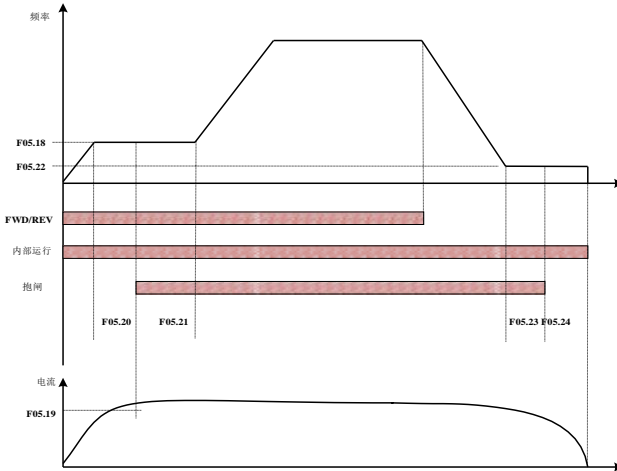

图 6-15 抱闸控制逻辑图
表 6-3 (1) 其对应示意图如图 6-15 (a), 表 6-3 (2) 其对应示意图如图 6-15 (b)。